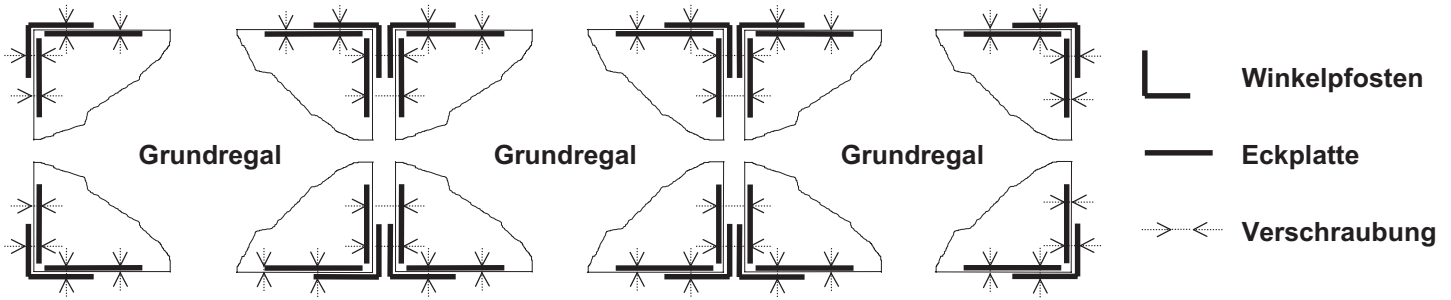
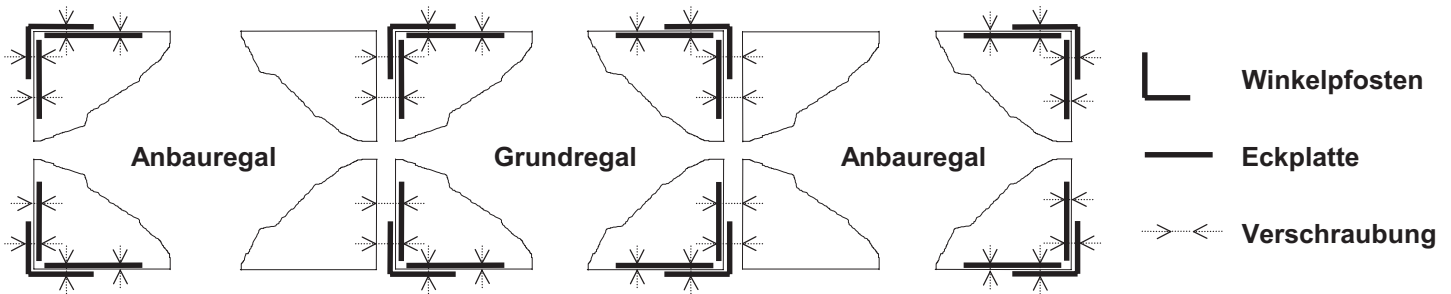

Abb. 9
Abb. 10
1.1.6 Schematische Darstellung der Verschraubung von Fachböden mit Eckplatten und dem Winkelpfosten für Grundregale (s. Abb. 9) und Anbauregale (s. Abb. 10)